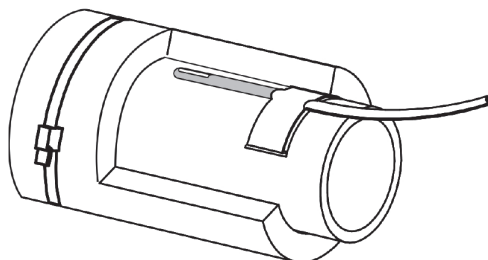

Рис. 32
2. Закрепите датчики на соответствующих патрубках котла с помощью скотча или изоляционной ленты (Рис.32). Наденьте поверх датчиков теплоизолирующие гильзы и закрепите их пластиковыми хомутами. Внешний вид датчиков может отличаться от представленного на рисунке.